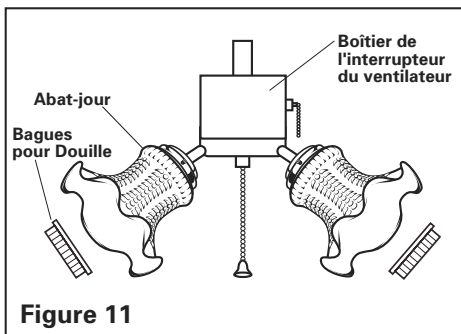

Figure 11
**Pour modèles à 3 abat-jours pour installation avec bague pour douille, telle qu'illustrée à la Figure 11.**